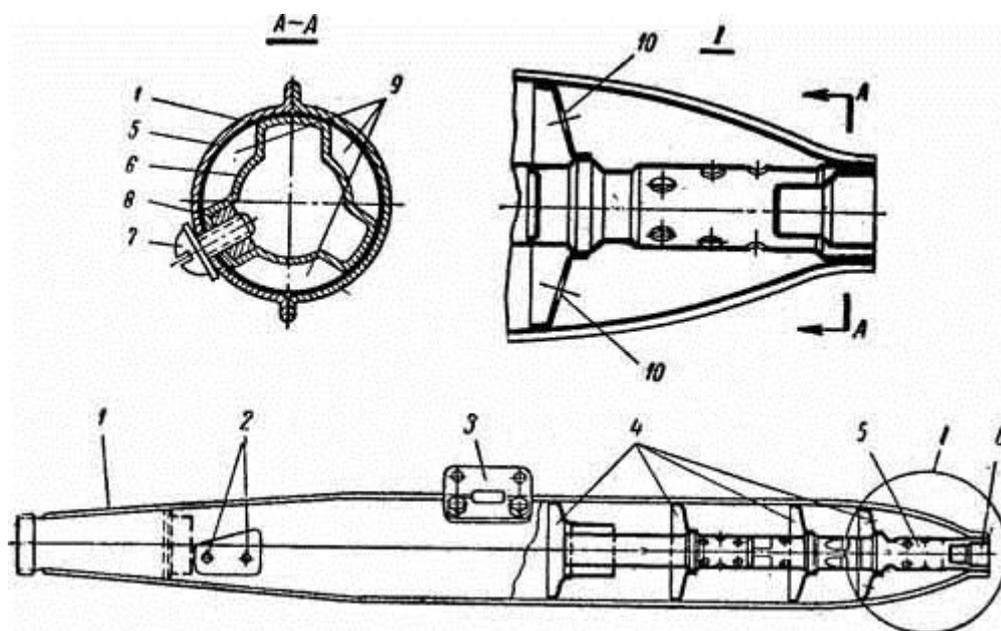

Рис. 5. Разрез глушителя шума выпуска:
**Глушитель шума выпуска.** Корпус глушителя 1 (рис. 5) имеет сигарообразную форму. Внутри него расположены пять перегородок 4 с отверстиями в центре. Задняя перегородка кроме центрального отверстия имеет еще отверстия 10 для прохода газов.